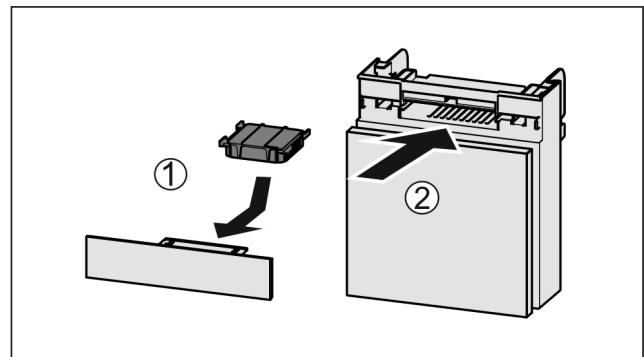

Fig. 123
- Установите фильтр с активированным углем, как показано на рисунке Fig. 123 (1).
- Вставьте отделение Fig. 123 (2).